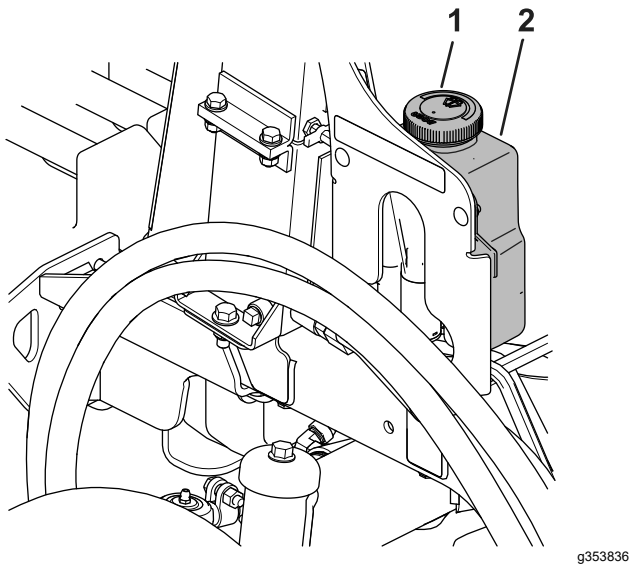

Figura 91
1. Retire el tapón (Figura 91) del depósito.